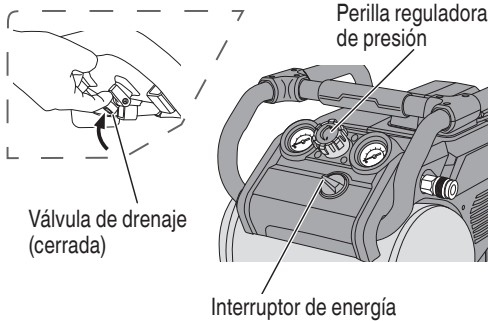

Fig. 13
- Asegúrese de que la válvula de drenaje del tanque esté cerrada (Fig. 13).
- Asegúrese de que el interruptor de energía se encuentre en la posición de apagado OFF (O) y de que se haya quitado la batería.
- Asegúrese de que la perilla reguladora de presión esté girada por completo en sentido antihorario (Fig. 13).